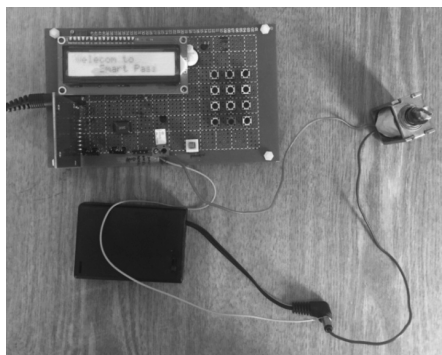
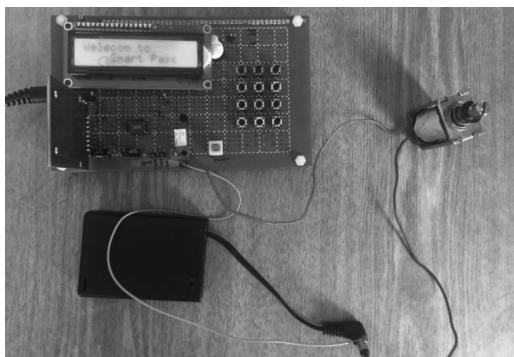

图 3-15 安装小锁芯电路示意图一
图 3-16 安装小锁芯电路示意图二
(9) 安装小锁芯电路,如图 3-15 和图 3-16 所示。